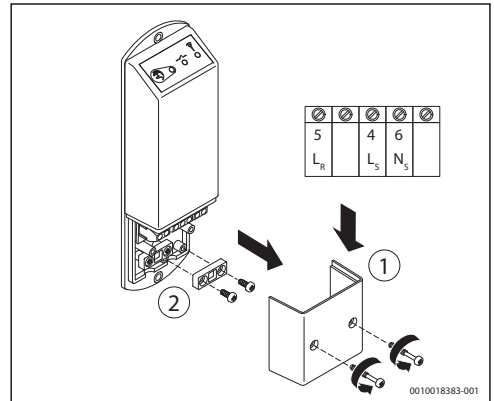

Bild 3 Klemmbezeichnungen
- ▶ Abdeckung des Funkempfängers entfernen (→ Bild 3).